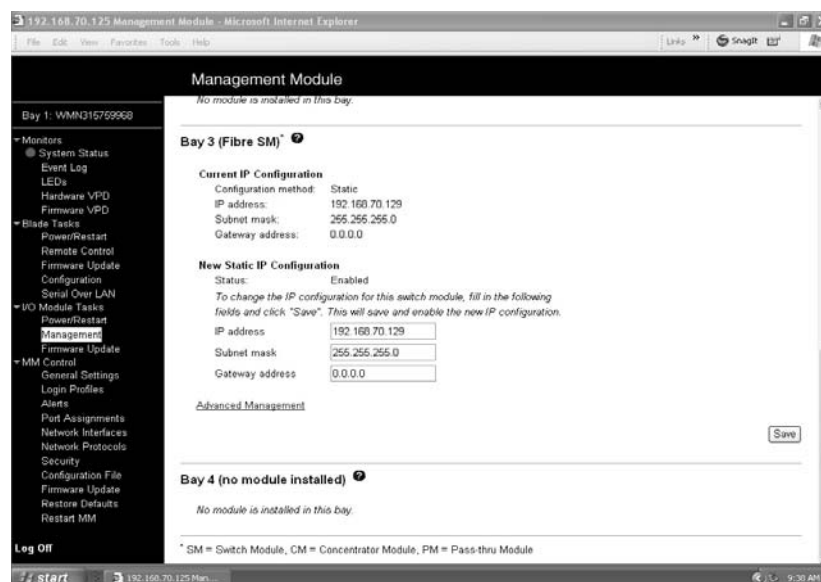

Figure 14. Exemple de description du module de commutation 3 dans la fenêtre d'administration du commutateur
5. Cliquez sur le lien Bay 3 ou Bay 4. La fenêtre qui s'ouvre est similaire à celle de la Figure 14, page 28.